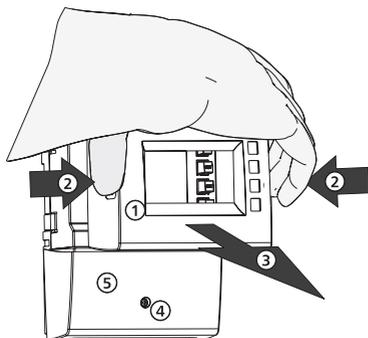

Fig. 1: Rimozione del pannello frontale
- ▶ Afferrare il pannello frontale ① alle scanalature laterali ② e tirare in avanti ③ (Fig. 1).
1. Allentare la vite ④ (Fig. 1).
2. Togliere la calotta coprimorsetti ⑤.